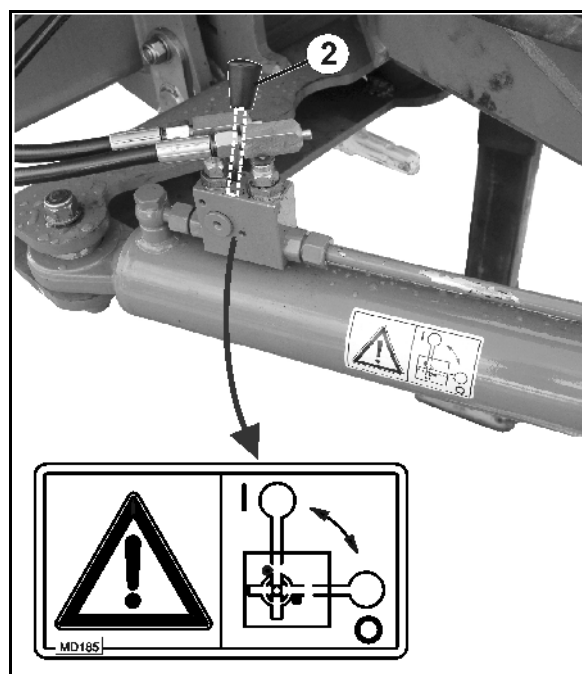

Fig. 61
1. Colocar la lanza de dirección en posición central (la lanza de dirección (Fig. 61/1) está alineada con la máquina).
4. Asegurar la lanza de dirección cerrando el grifo de cierre (Fig. 61/2) en la posición 0.